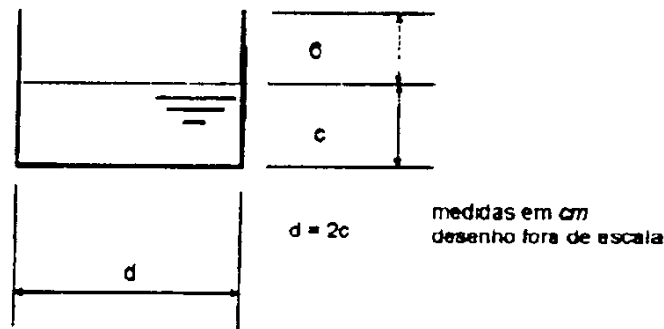

Figura 2
- Dimensione a calha retangular entre os pontos A e C, encontrando a medida "c" da Figura 2, a seguir, para dar vazão às precipitações do plano ABDC.